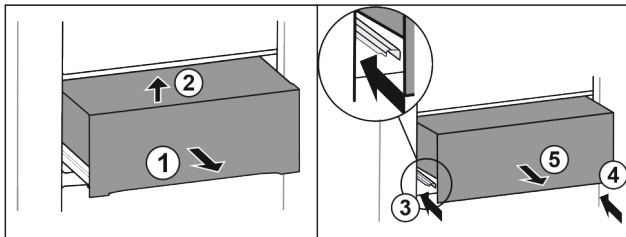

Fig. 38*
- ▶ Вытяните выдвижной ящик наполовину Fig. 38 (1)*
- ▶ Приподнимите спереди Fig. 38 (2)*
- ▶ Вставьте левую направляющую Fig. 38 (3)*
- ▶ Вставьте правую направляющую Fig. 38 (4)*
- ▶ Извлеките выдвижной ящик движением вперед Fig. 38 (5)*